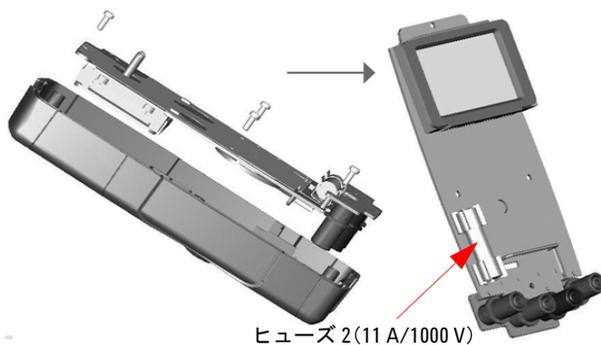

図4-3 ヒューズ2の交換
- 5 ヒューズ2を交換する場合は、ヒューズ1を取り外してから、4個のねじ (図4-3を参照) を緩め、回路基板を上部ケースから持ち上げて取り外します。
- 6 故障したヒューズ2の一端を静かに持ち上げて外し、ヒューズ・ブラケットからヒューズを取り出します。図4-3を参照してください。